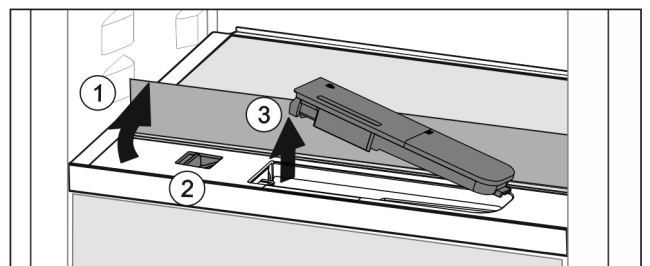

Fig. 164
- ▶ Підняти скляну панель і відкинути до упору назад Fig. 164 (1).
- ▶ Посунути повзунок Fig. 164 (2) уліво.
- ▶ Вийняти бак для води Fig. 164 (3).